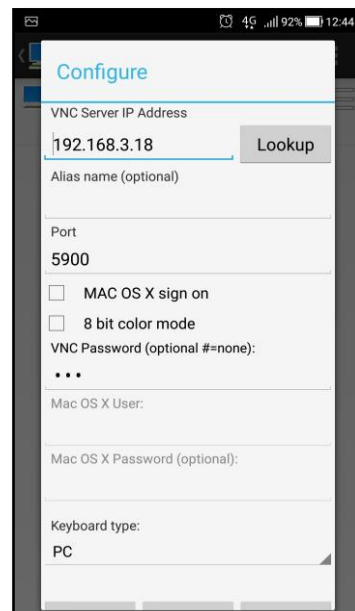

図12. 2. 3
- b) 起動画面より、「Configure」をタップすると、(図12. 2. 2参照)画面が表示されます。(図12. 2. 3参照)